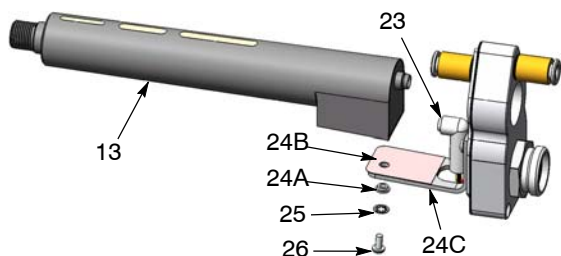

Рис. 29 Замена умножителя
4. См. рис. 29. Вывернуть винт (26) и снять стопорную шайбу (25), а затем снять умножитель (13) с кронштейна (24С).
5. Отсоединить разъем проводки (23) от умножителя.
1. См. рис. 29. Подсоединить разъем проводки (23) к умножителю (13).
3. Закрепить умножитель на кронштейне винтом (26) со стопорной шайбой (25).